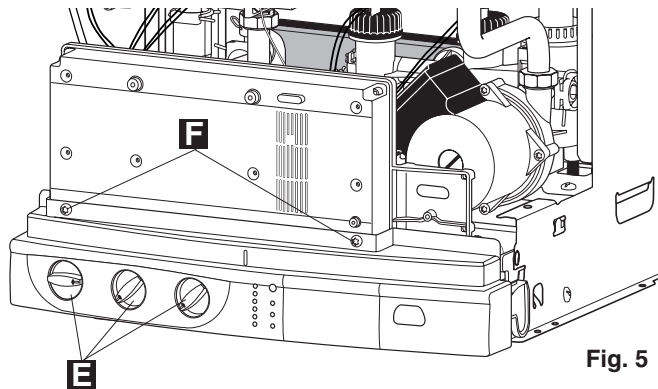

Fig. 5
- retirer les 3 boutons **E** (fig. 5)
- retirer les 2 vis de fixation **F** du bandeau (fig. 5)